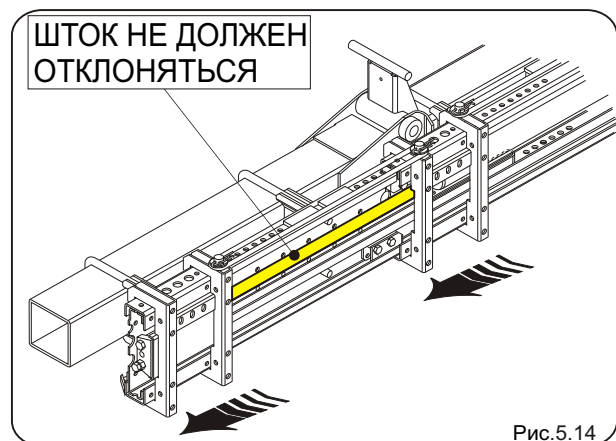

Рис.5.14
- Перенесите элементы в конец, не давая штоку отклоняться (открывайте мягко) (рис. 5.14).